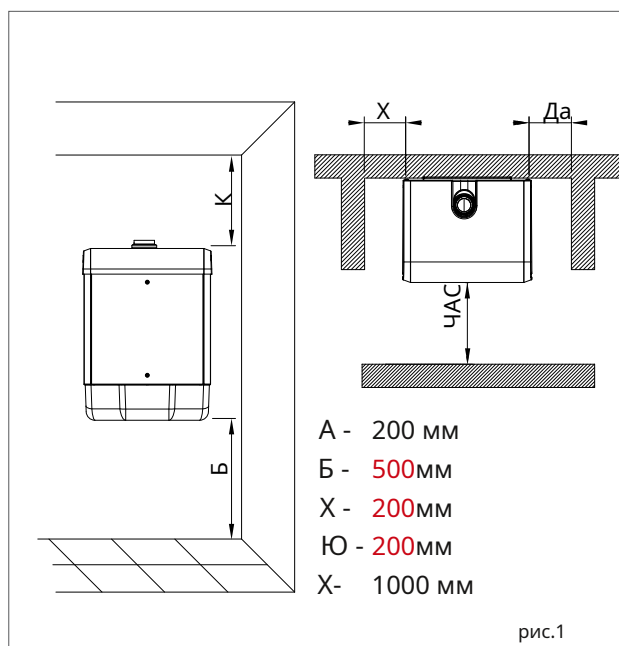

рис.1
2. Прodelайте отверстия и приступайте к креплению каркаса к стене (рисунок 1).